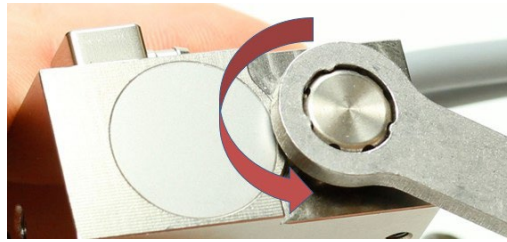

Abb. 79: Adjustschraube aufschrauben
1. Senden Sie den Befehl „ADJUST:START“ über die RS-232C-Schnittstelle vom PC an die Steuereinheit. Als Antwort erscheint auf dem Monitor des PCs „Adjust Screw OUT Press Enter“. Schrauben Sie die Adjustschraube komplett auf (gegen den Uhrzeigersinn, siehe Abb. 79, Drehmoment ca. 50 – 60 cN.m).